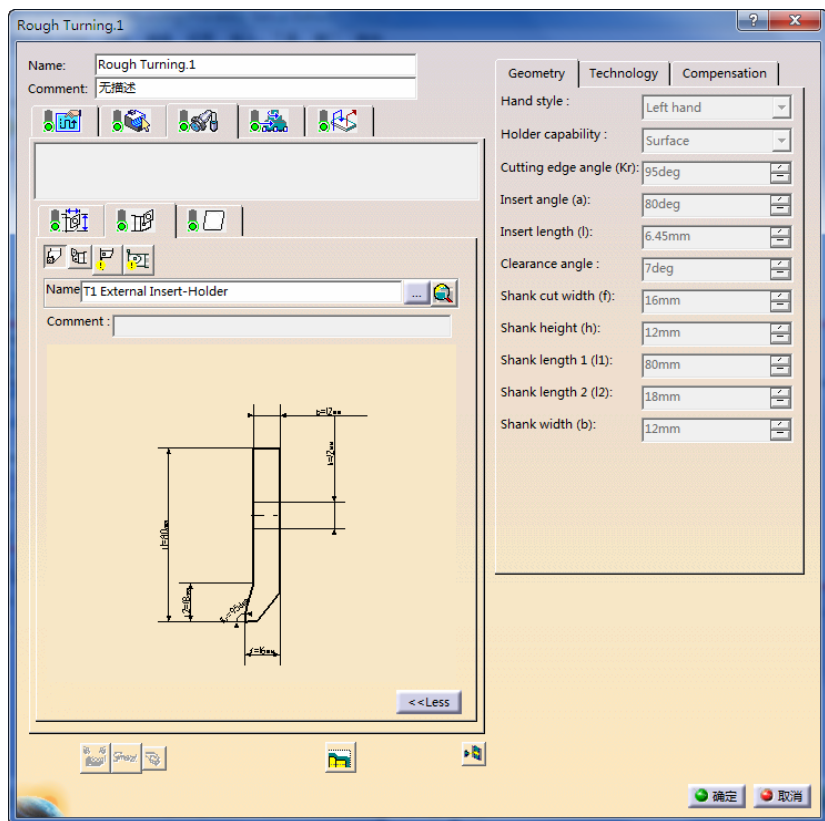

图 2-170 刀柄选项卡
2) 刀柄选项卡。单击刀具参数选项卡中的，切换到刀柄选项卡，用于设置刀具刀柄的参数，如图 2-170 所示。